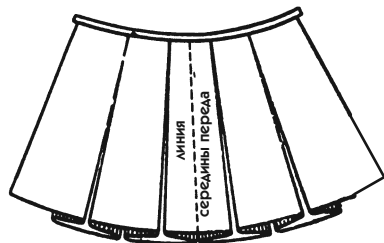

Рис. 190
В качестве примера на рис. 190 приведены встречные непараллельные складки с целью обогащения ваших знаний в этой области.
Рассматривая рис. 190, можно сделать логический вывод: если складки по низу юбки шире, чем сверху, значит, к ним еще добавлены фалды. Итак, речь идет о соединении двух различных технических приемов: складок и фалд (вспомните присборенные фалды), и это потребует выполнения задания в два этапа.
- Сложите его, сгибая складки, как они представлены на юбке (см. рис. 190).